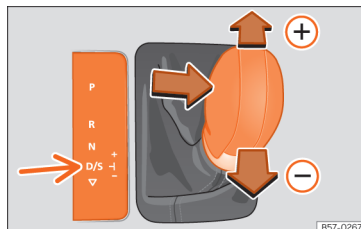

Fig.154 Alavanca seletora na posição Tiptronic
- Empurre a alavanca para a frente (+) ou para trás (-) para engrenar uma mudança mais alta ou mais baixa » **Fig. 154**.